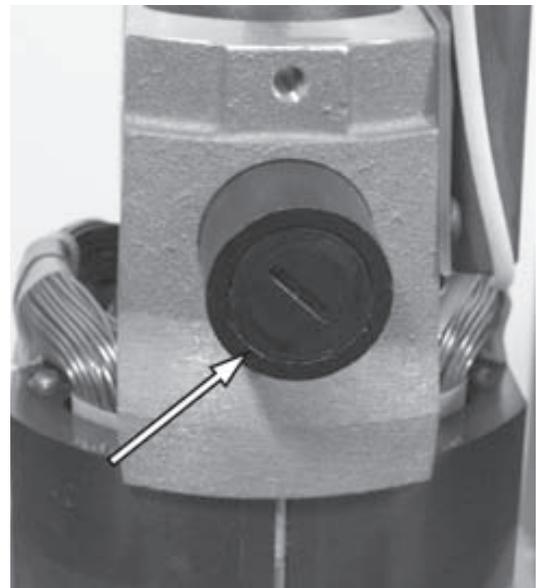

Abbildung 23.
4. Siehe Abbildung 23. Schraubendreher zur Entfernung der Bürstenhalterkappen und der Bürstenbaugruppe verwenden.